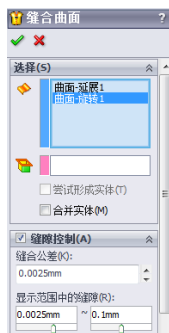
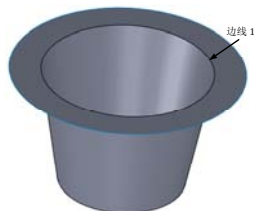

图 6-61 [缝合曲面] 属性管理器
图 6-62 缝合曲面后的图形
④ 缝合曲面。选择菜单栏中的[插入]→[曲面]→[缝合曲面]命令，或者单击[曲面]工具栏中的[缝合曲面]图标按钮，此时系统弹出如图 6-61 所示的[缝合曲面]属性管理器。在[要缝合的曲面和面]一栏中，用鼠标选择图 6-60 中的曲面 1 和曲面 2，然后单击属性管理器中的[确定]按钮，完成曲面缝合，结果如图 6-62 所示。
⑤ 圆角曲面。单击[特征]控制面板中的[圆角]按钮，此时系统弹出[圆角]属性管理器。在[圆角项目]的[边线、面、特征和环]一栏中，用鼠标选择图 6-62 中的边线 1；在[半径]一栏中输入值 10。其他设置如图 6-63 所示。单击属性管理器中的[确定]按钮，完成圆角处理，结果如图 6-64 所示。